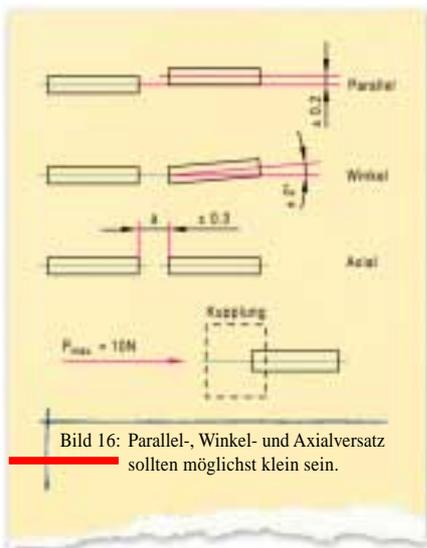

Bild 16: Parallel-, Winkel- und Axialversatz sollten möglichst klein sein.
- **Parallel-, Winkel- und Axialversatz** (Wellenversatz, Anbaufehler, Kupplungsfehler) sind im Interesse einer hohen Übertragungsgenauigkeit möglichst klein zu halten. Hierauf ist insbesondere bei Tachos mit Fuß („B3-Tachos“) zu achten (➔ Bild 16).